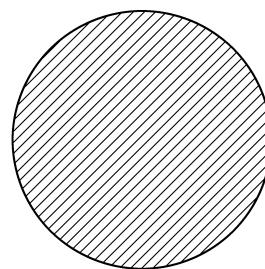

图 6-11 填充结果
- 3) 单击【边界】命令中的【拾取点】按钮，在圆形内部任一点单击。按<Esc>键退出，如图6-11所示。